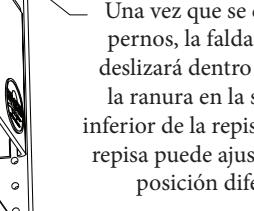

fig. 9
- 10b.** Après avoir retiré les goupilles du bas, les barres latérales peuvent être glissées hors de la rainure sous la tablette. (voir figure 9).
- 10b. After the lower pins are removed the side skirts can be slid out of the groove on the underside of the shelf. (see fig. 9).